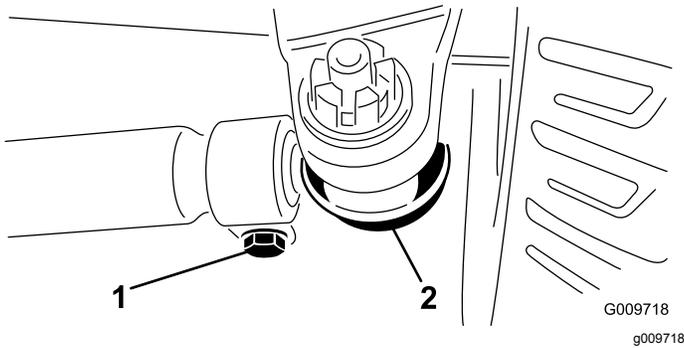

Figura 48
- Per regolare, toglie la coppiglia e il dado da uno dei giunti a sfera del tirante (Figura 48). Togliete il giunto a sfera del tirante dal supporto della scatola del ponte.
- Allentate i fermi su entrambe le estremità dei tiranti (Figura 48).
- Girate di un (1) giro completo, verso l'interno o l'esterno, il giunto a sfera rimosso. Serrate la ghiera dal lato allentato del tirante.
- Girate l'intero gruppo del tirante nello stesso verso (interno o esterno), di un (1) giro completo. Serrate la ghiera dal lato collegato del tirante.